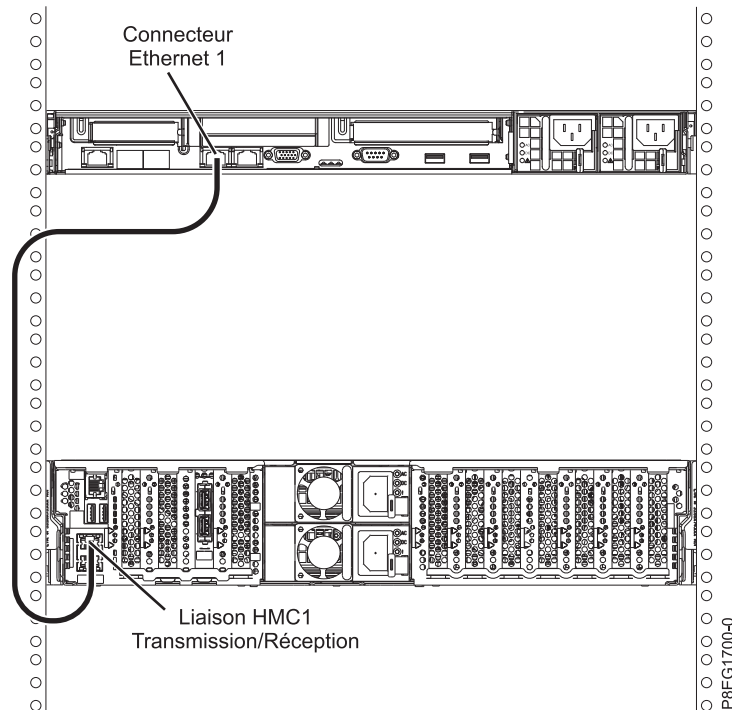

Figure 20. Connexion de la console HMC au système géré
1. Si vous souhaitez connecter directement la console HMC au système géré, reliez le **connecteur Ethernet 1** de la console HMC au port **HMC1** du système géré. Voir figure 20.